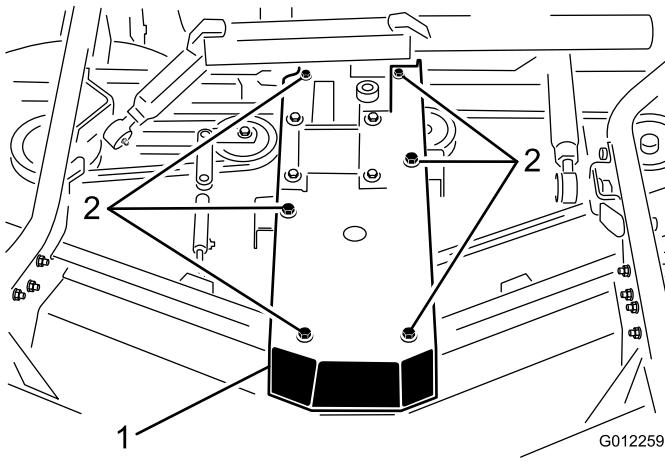

Figura 23
- Retire os parafusos e porcas que prendem a placa da caixa de engrenagens aos canais da plataforma (Figura 23). Eleve a placa da caixa de engrenagens e caixa de engrenagens para fora dos canais da plataforma e coloque na parte superior da plataforma.